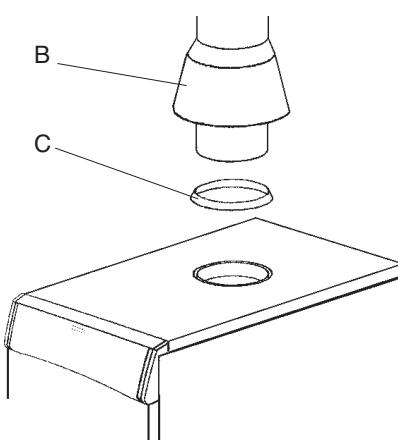

Рис. 3.7
- установите кольцо С на верхнюю поверхность облицовки, на дымоотводящий патрубок котла (Рис. 3.7);